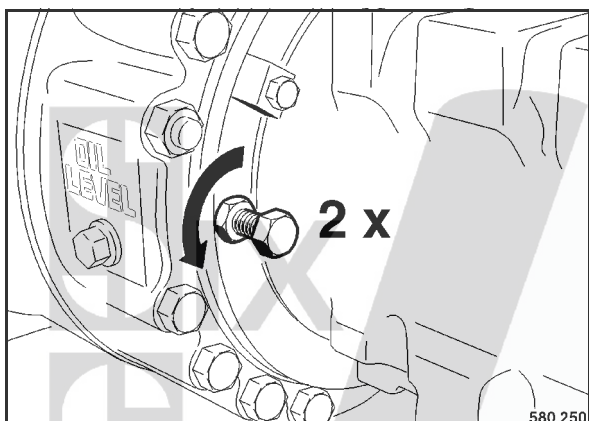

Fig. 112
- Dévisser les vis de desserrage du frein (Fig. 112) de deux tours et les bloquer avec les contre-écrous.